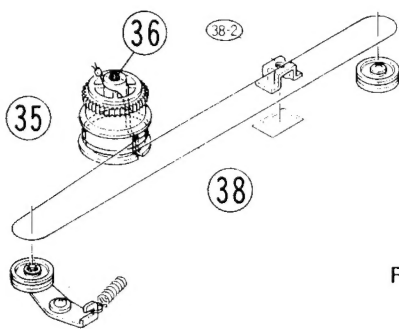
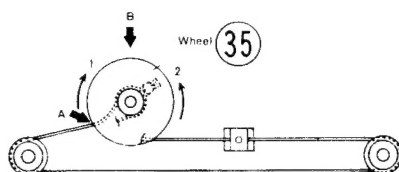

Figure 12
Figure 13
1. Prior to mounting, String K (38) should be rolled two turns by Wheel (35) (Fig. 12).
2. Place the Wheel (35) to the Shaft (36), and rotate the wheel clockwise until the starting point of the wire (slit on pulley) comes to the Point A (Fig. 13).
3. Rotate the wheel then counterclockwise until the point A comes to the point B. This position will correspond to the most left possible location of Bracket K (47).
4. Place the Guide (38-2) to the depressed part on case bottom (Fig. 12).
1. String K (38)を取り付ける前に、ホイール(35)にワイヤーを2回巻いておく。(図12)
2. ホイール(35)をシャフト(36)に差し込み、時計方向に回転させてワイヤーが出ている部分(プーリー上の切れ目)を図のA点に合わせる。(図13)
3. 次にホイールを反時計方向に回転させA点をB点に合わせる。この位置においてブラケットK (47)は最も左側に寄る事になる。
4. ガイド(38-2)をケースボトムのくぼみに装着する。(図12)